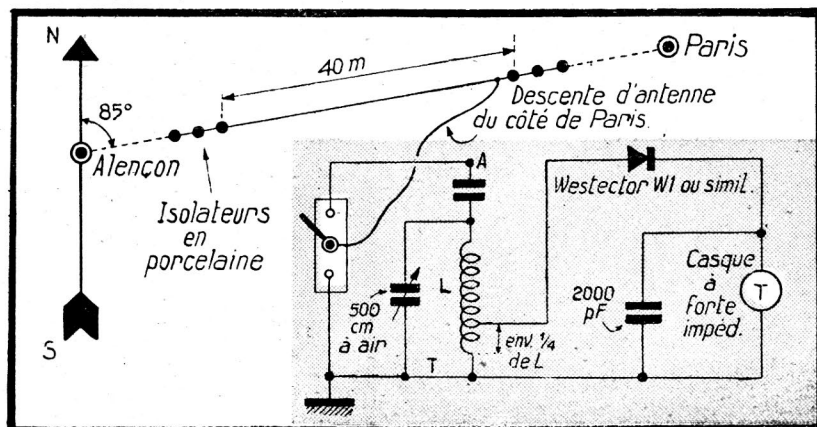

Fig. 1. — Le schéma étudié du récepteur à galène que nous proposons, et un exemple d'orientation et de branchement de l'antenne.
La figure 1 nous montre un poste « scientifique » (le mot est un peu fort). En effet, on a pu constater que le rendement est meilleur quand nous con-
c) Diaphragme négatif, c'est une lentille électronique *convergente* qui concentre le faisceau dans le diaphragme d'anode. Elle concourt ainsi efficacement à la réduction des électrons indisciplinés qui vont directement de la cathode à l'anode, sans servir utilement à la constitution du rayon (fig. 1).